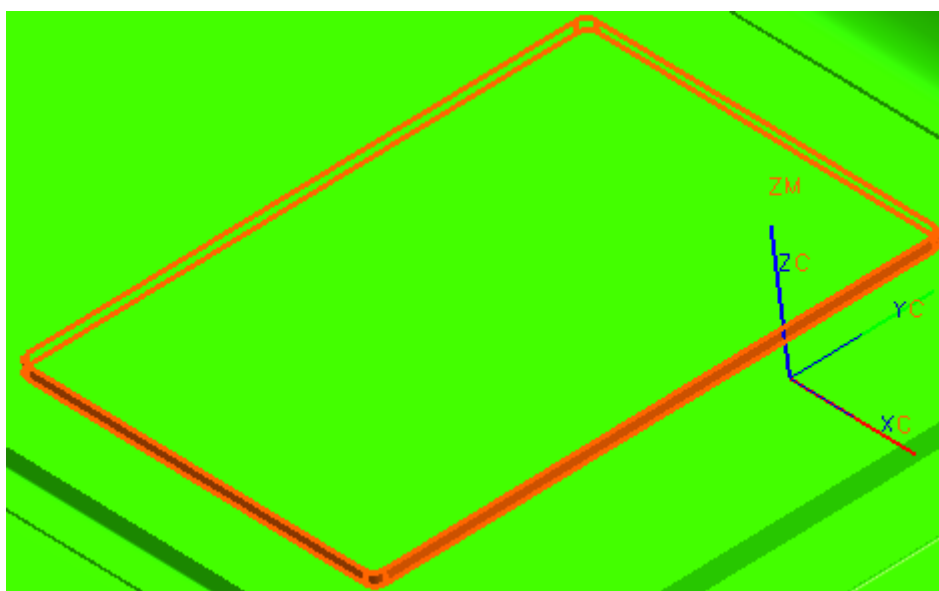

图 9-228
- 在操作对话框中，单击 ，选择如图 9-228 所示的表面，单击 OK。